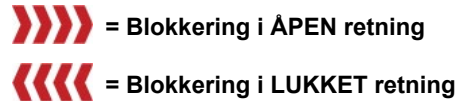

Fig. 2: Visning av bevegelsesretning ved blokkering
- 4 Dersom det oppstår en blokkering under drift, vises det en tilsvarende statusmelding og resten av vandringsområdet vises med rød skravering, se fig. 2.